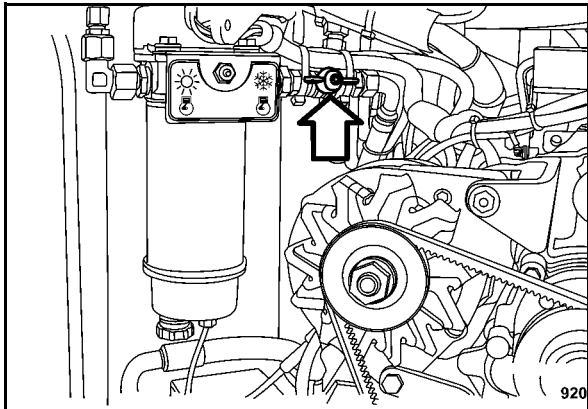

Fig. 153
- Chiudere il rubinetto di chiusura carburante (Fig. 153).